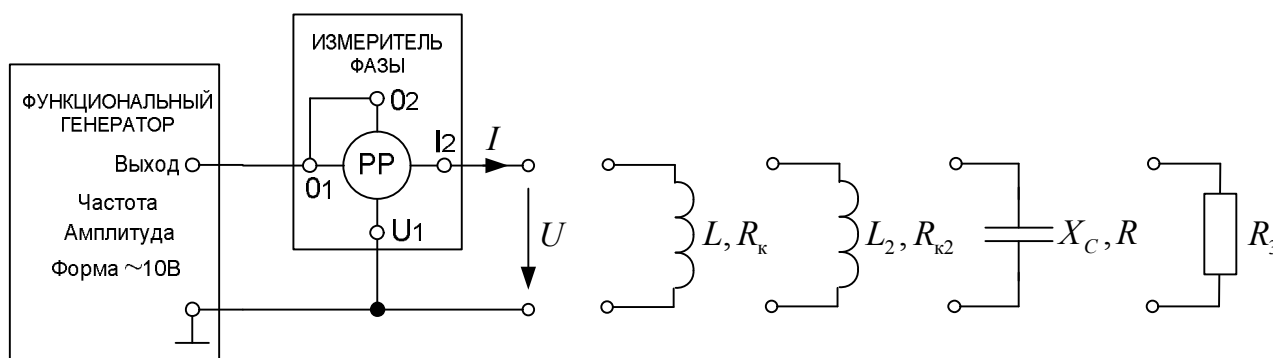

Рис. 4.1. Определение параметров элементов
1) Установить заданные преподавателем величины:  $L$ ,  $C$  в блоке *Модуль реактивных элементов*,  $R_3 = 10$  Ом в блоке *Модуль резисторов*. Их значения записать в протокол измерений. Собрать электрическую цепь по схеме, приведенной на рис. 4.1 протокола измерений.